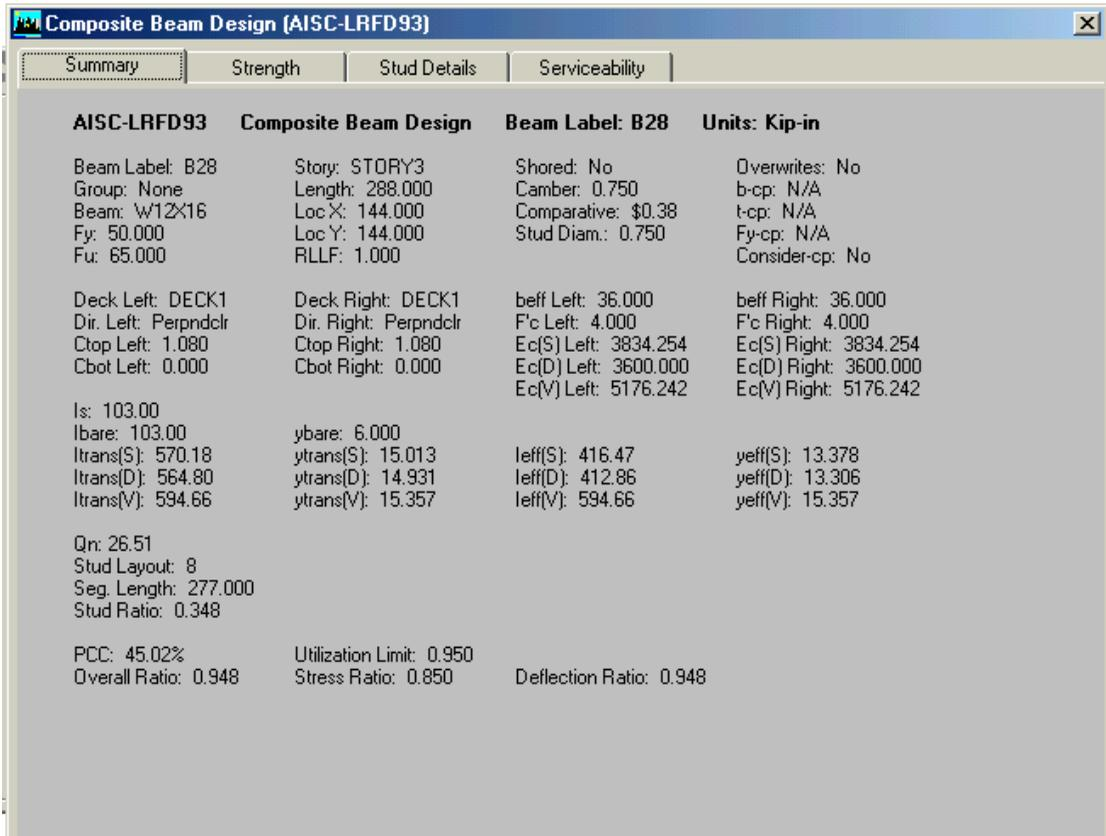

Figura 53 Formulario de Diseño Compuesto de Viga (Composite Beam Design)
1. Hacer Click en el botón Details del cuadro Interactive Composite Beam Design y Review. El cuadro Composite Beam Design mostrada en la figura 53 aparecerá. Este cuadro muestra la información detallada del diseño acerca de la viga. Revise la información en cada uno de los cuatro etiquetas de este cuadro. Hacer click en X en la esquina superior derecha del cuadro para cerrar esta.